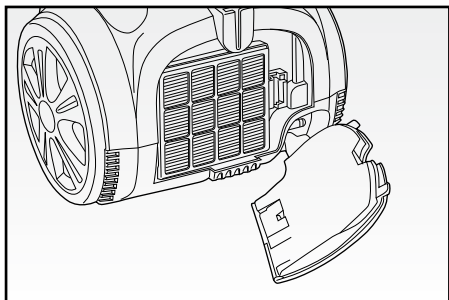

Fig. 12
- Agire sulla levetta e rimuovere lo sportellino situato nella parte posteriore dell'apparecchio (Fig. 12).